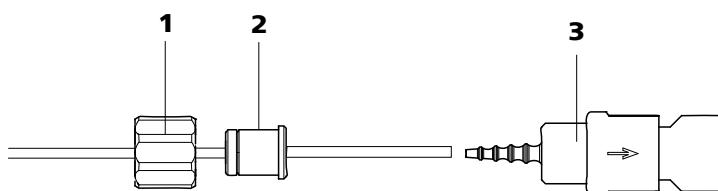

Figura 28 Instalación de una conexión de tubo de bomba con filtro
Para proteger el MSM de partículas extrañas o del crecimiento de bacterias se tiene que montar una conexión de tubo de bomba con filtro (6.2744.180) (28-**3**)(véase figura 28, página 52) entre la bomba peristáltica y los capilares de entrada del MSM.
- **Caso A:** Conecte una conexión de tubo de bomba **con filtro** 6.2744.180 (véase figura 28, página 52) o